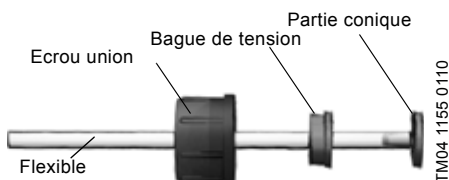

Fig. 8 Raccordement hydraulique
- Pousser la partie conique entière dans la tuyauterie, voir fig. 8.